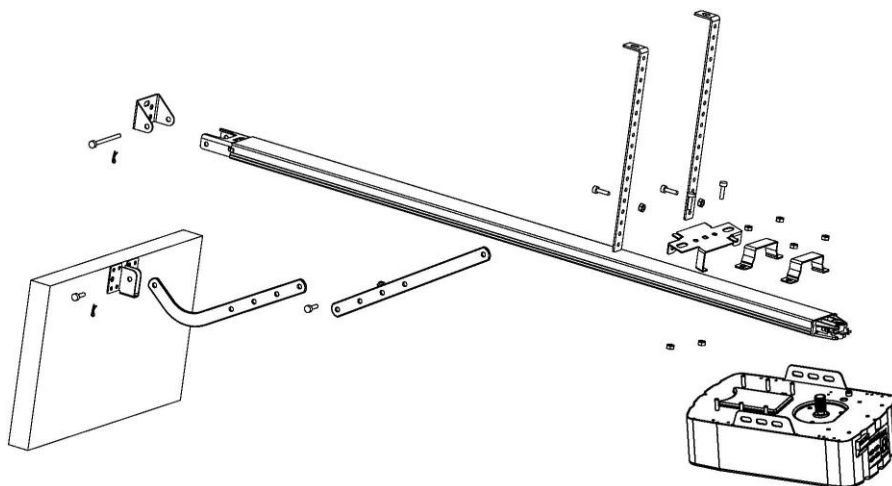

Figura 3
PASO 3 (La figura 3, la figura 4)
ETAPA 4 (La figura 3, la figura 5)